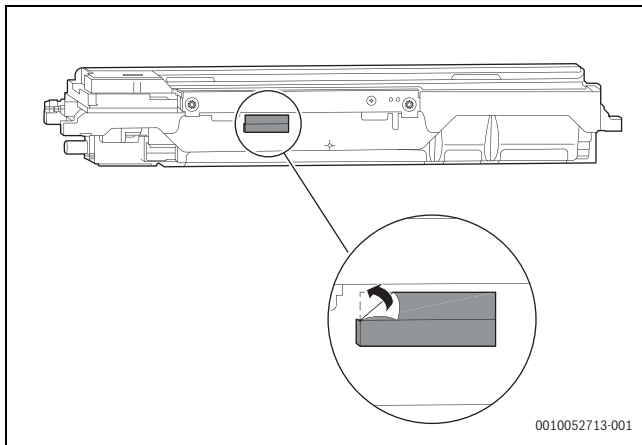

Bild 2
2. Zwei Adapterkästen anbringen und mit zwei doppelseitigen Klebestreifen fixieren (Abb. 2).